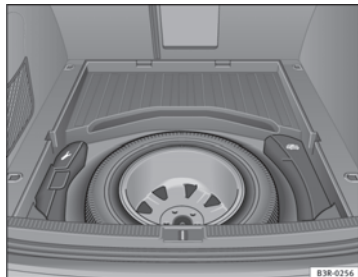

Fig. 194 Ruota di scorta con cerchio in acciaio
- Rimuovere la rotella girandola ⇒ fig. 194 in senso antiorario, se presente.